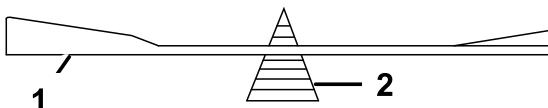

Figure 40
2. Vérifiez l'équilibre de la lame en la plaçant sur un équilibrage (Figure 40). Si la lame reste horizontale, elle est équilibrée et peut être utilisée. Si la lame est mal équilibrée, répétez la procédure d'affûtage du côté le plus lourd jusqu'à ce que la lame soit correctement équilibrée.